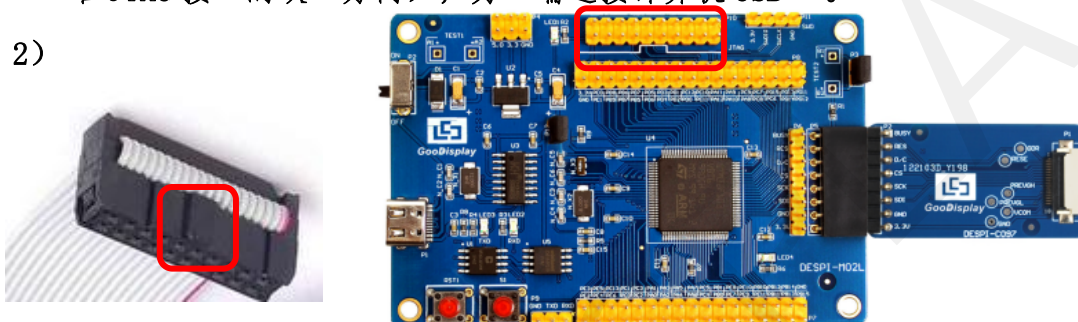

图5 仿真器排线接口凸起及JTAG接口缺口
1) 将仿真器连接到主板 JTAG 接口上（注意将图 5 仿真器排线接口的凸起部分对准 JTAG 接口的缺口方向），另一端连接计算机 USB 口。